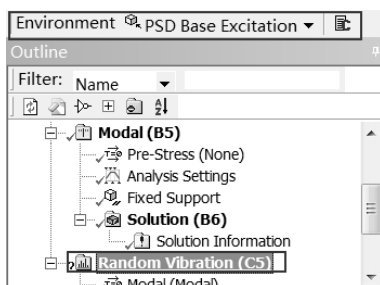

图 10-35 Environment 工具栏
Step1：选择 Mechanical 界面左侧 Outline（分析树）中的 Random Vibration（C5）选项，此时会出现如图 10-35 所示的 Environment 工具栏。